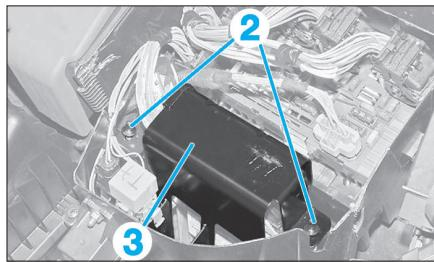

Fig. 29
- les vis autocassantes (2) puis la protection (3) (si équipé) (Fig.29),